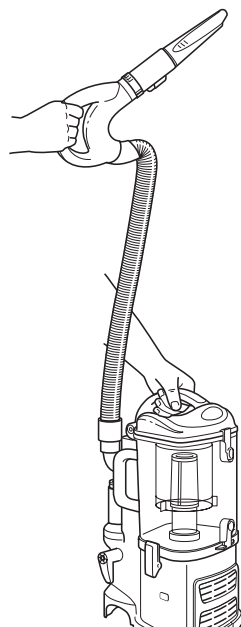

Fig. 15
- 4 Faites glisser l'interrupteur d'alimentation (« ON/OFF ») à la position « I » pour nettoyer des surfaces élevées et tenez la poignée d'une main tout en transportant l'aspirateur portatif *Lift-Away*^{MD} de l'autre main pour vous déplacer dans toutes les pièces. (Fig. 15)